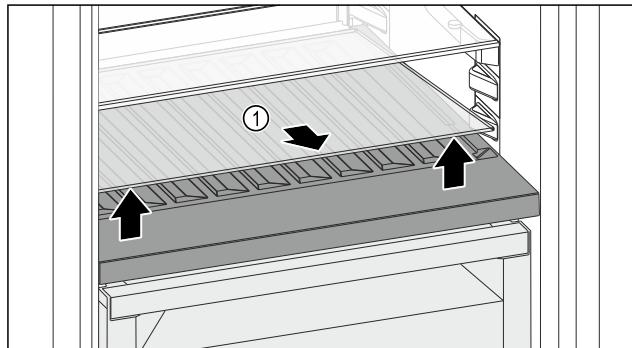

Fig. 98
- ▶ Скористайтеся пазом спереду, щоб підняти скляну полицю Fig. 98 (1) і вийняти її.
- ▶ Безпечно зберігайте скляну полицю Fig. 98 (1) за межами пристрою.